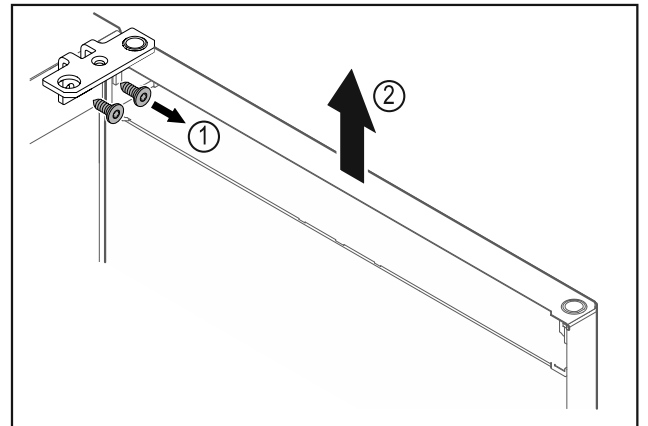

Fig. 9
- ▶ Irrota saranakulma Fig. 9 (1).
- ▶ Nosta ovea saranakulmineen Fig. 9 (2) noin 200 mm suoraan ylöspäin ja ota pois.